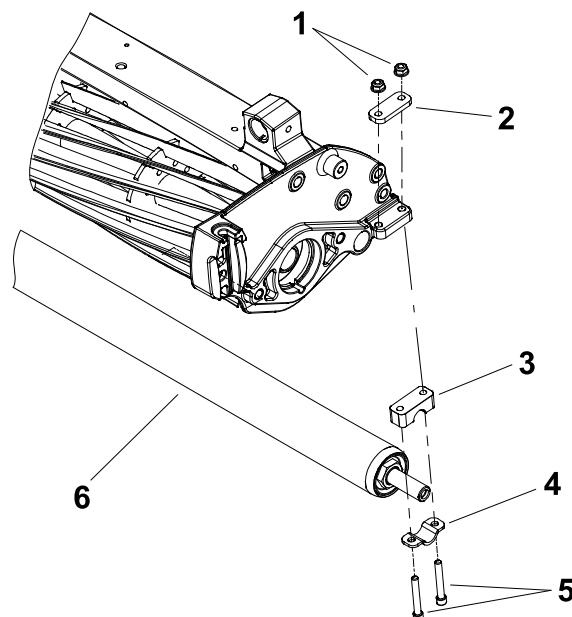

Figura 9
4. Efetue os passos seguintes para remover o conjunto do rolo traseiro. Consulte Figura 9.